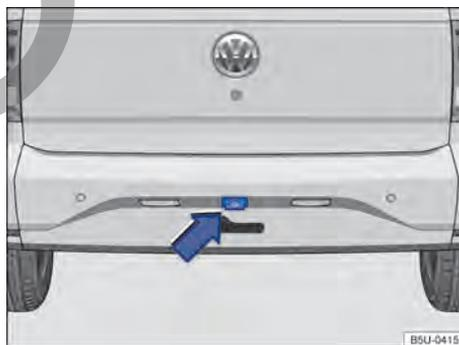

Fig. 95 En el paragolpes trasero: lugar de instalación del asistente de conducción en marcha atrás.
- ✓ Una imagen confiable y clara, por ejemplo, condiciones de visibilidad buenas y una lente limpia → fig. 95.
La cámara de marcha atrás → fig. 95 (flecha) solo proporciona imágenes bidimensionales. Las cavidades, así como los objetos salientes no solo las ▶
Mantener la lente de la cámara → fig. 95 limpia, sin nieve ni hielo: